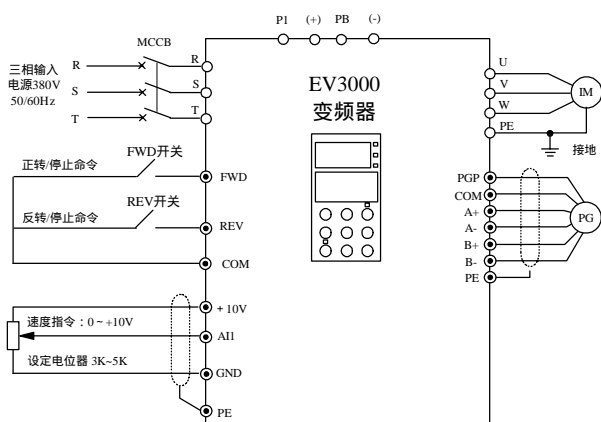

图 4-18 基本运行配线图 3
1) 按图 4-18 配线，检查接线正确后，合上 MCCB 开关，变频器上电；